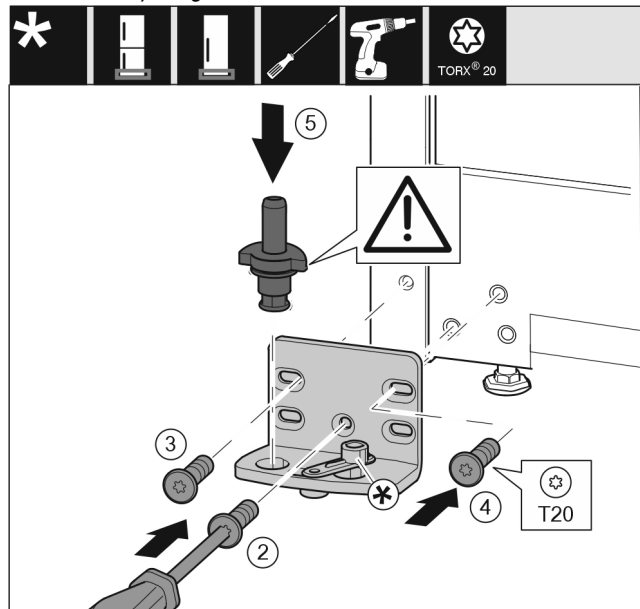

Fig. 14
- ▶ Ložiskovú konzolu nasadte na druhú stranu a priskrutkujte ju pomocou skrutkovača T20. Začnite skrutkou 2 dole v strede. Fig. 14 (2)
- ▶ Pevne zaskrutkujte skrutku 3 a 4. Fig. 14 (3,4)
- ▶ Ložiskový čap úplne nasadte. Dbajte pritom na to, aby zaisťovací doraz ukazoval smerom dozadu. Fig. 14 (5)